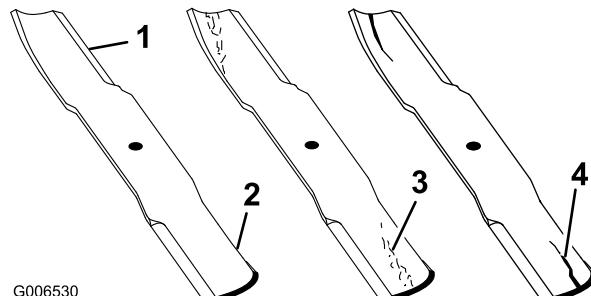

Figura 90
1. Controllate i taglienti (Figura 90). Se i taglienti non sono affilati o mostrano delle tacche, togliete le lame e affilatele. Vedere Affilatura delle lame.
2. Controllate le lame, in particolare l'area curva (Figura 90). In caso di danni, usura o scanalature nell'area (Figura 90), montate immediatamente una nuova lama.